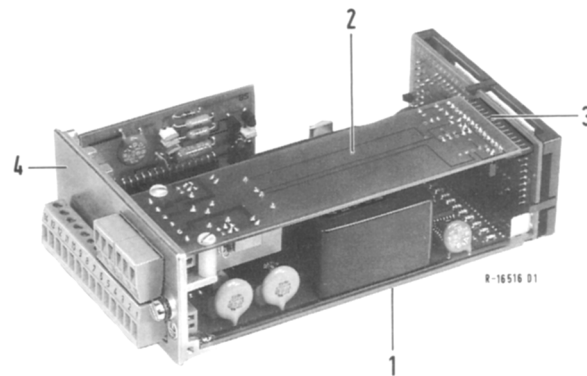

Figure 16 Position de la carte de signal limite
- Enlever le dos (4) en desserrant les vis de sur la carte imprimée de base (1) et la vis de sur la carte de commande d'indication (si en place; cf. également la figure 16).
- Enficher la carte de signal limite (2) dans la réglette enfichable (3).